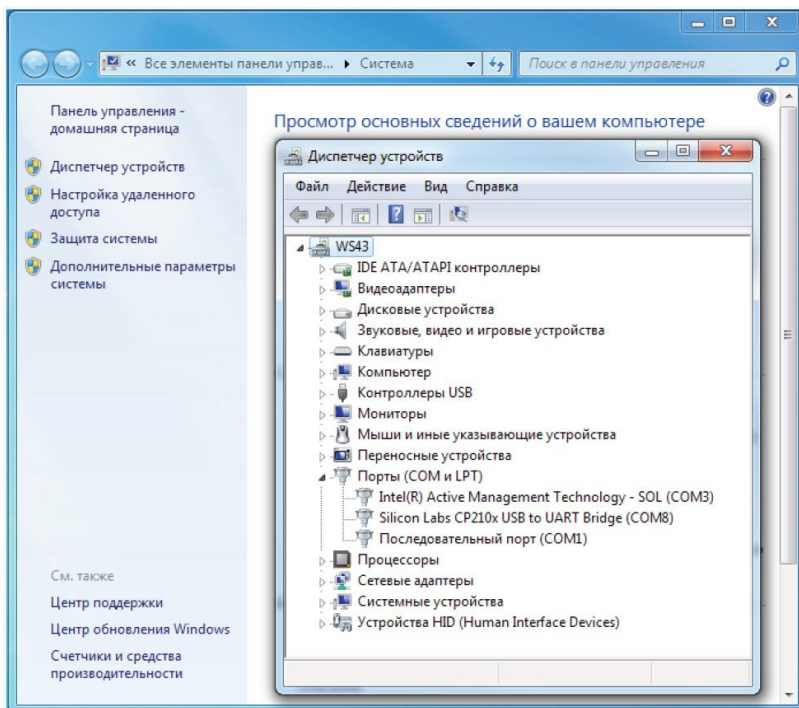
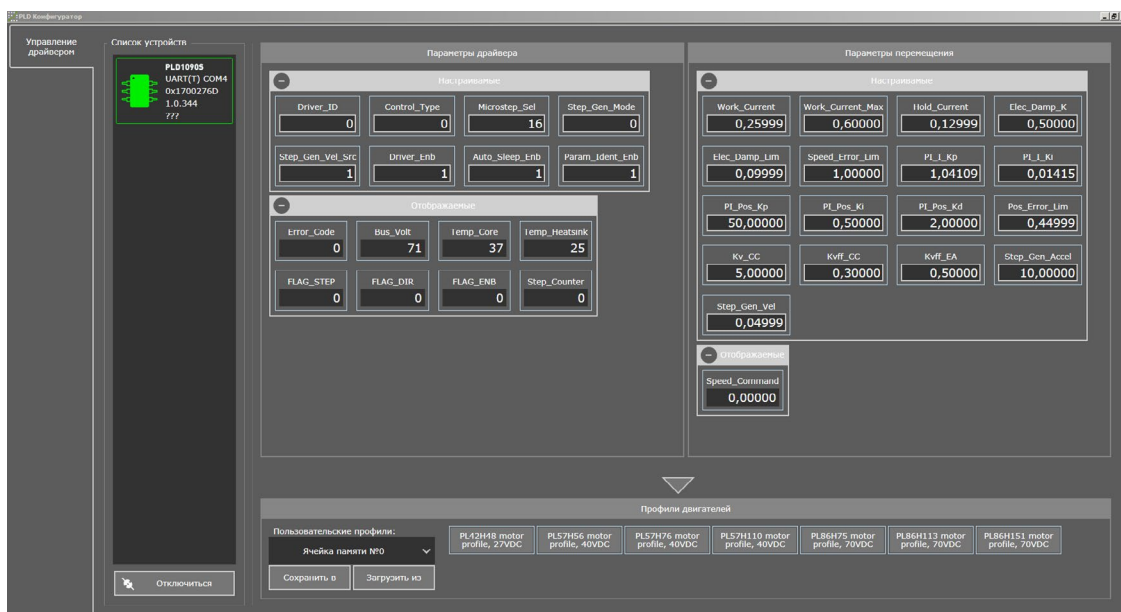

Рисунок 12 – Виртуальный COM-порт в диспетчере устройств.
Рисунок 13 – Основное окно программы.
- в открывшемся окне программы конфигуратора указать COM-порт, присвоенный серводрайверу PLDB2080S. Номер порта можно найти, нажав WIN+PAUSE в Диспетчере Устройств, в группе Порты (COM и LPT) (рис. 12). Далее необходимо нажать кнопку "Подключить" (рис. 13).